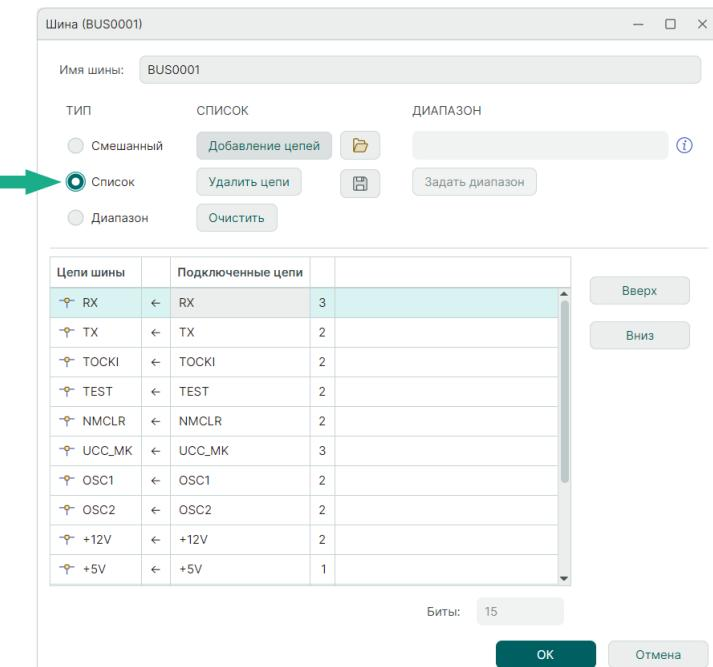

Рис. 166 Включение режима «Список»
2. Установите переключатель в положение «Список», см. Рис. 166.